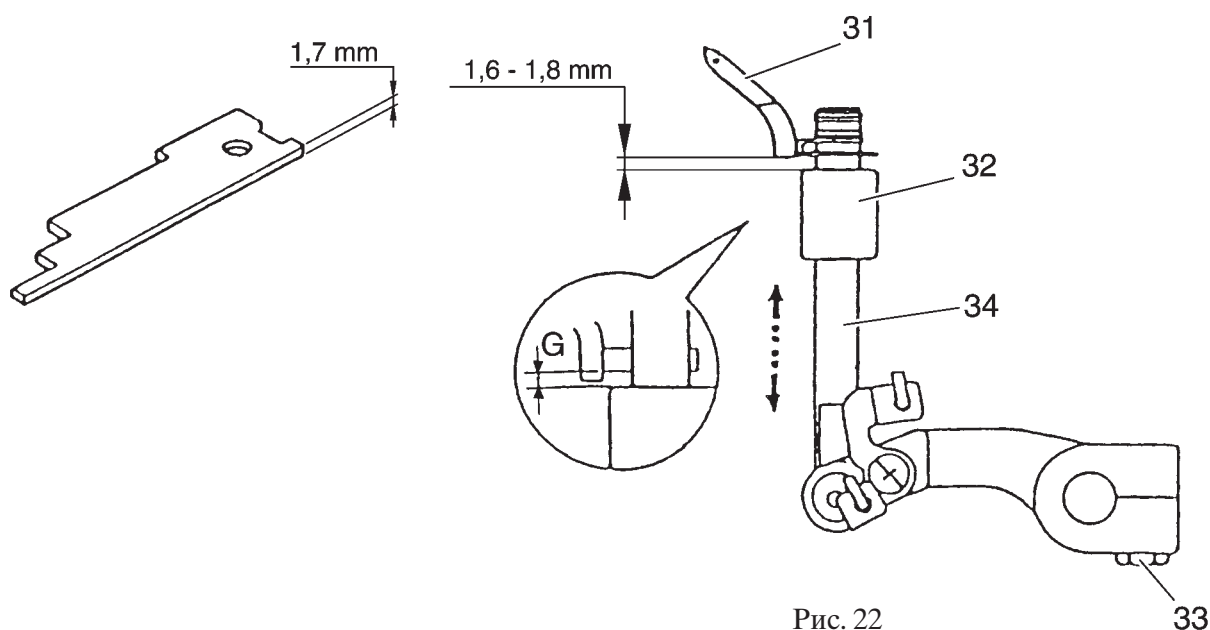

Рис. 22
В тот момент, когда правый оверлочный петлитель 31 находится в самом нижнем положении, расстояние между петлителем 31 и направляющей втулкой должно составлять 1,6-1,8 мм (рис. 22).
- Поворачивайте маховое колесо в нормальном направлении до тех пор, пока правый петлитель не установится в положение, показанное на рис. 22).